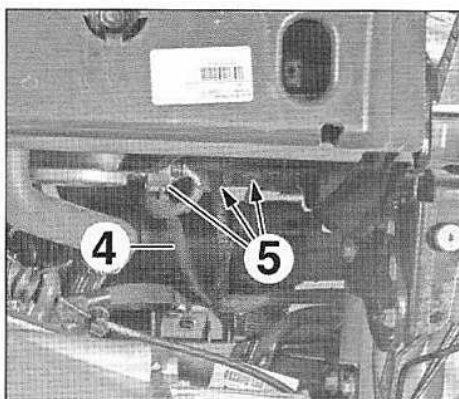
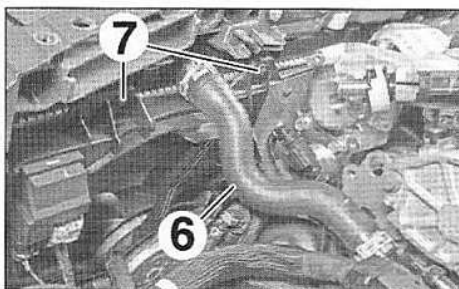

FIG.39
FIG.40
- Déposer l'ensemble résonateur d'air (2) et conduit d'air (3).
- Dégrafer le faisceau (4) (Fig.39).
- Débrancher les connecteurs (5).
- Débrancher la durit supérieure du radiateur (6) (Fig.40).
- Déposer les vis (7).